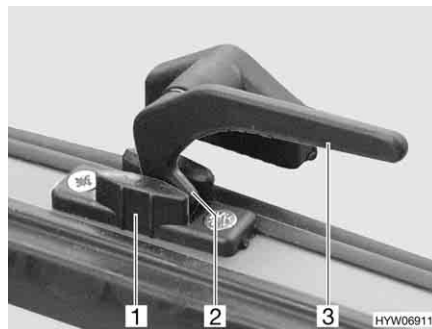

Fig. 47 Levier de verrouillage en position "Aération permanente"
- En position "Aération permanente" (Fig. 47)
- Tourner le levier de verrouillage (Fig. 47,3) d'un quart de tour vers le centre de la fenêtre.
- Remettre le levier de verrouillage en position initiale. Le tenon de verrouillage (Fig. 47,2) doit pénétrer alors dans le logement prévu à cet effet dans le verrouillage de fenêtre (Fig. 47,1).